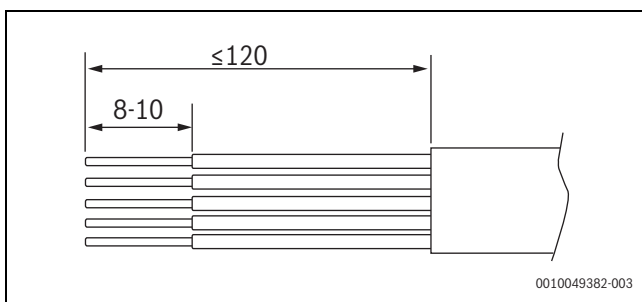

Bild 34 Abisolieren der Kabel für den Netzanschluss (mm)
- ▶ Anschlusskabel für die Stromversorgung durch die Kabeldurchführungen auf der linken Seite (1) führen. Mit einem Anzugsdrehmoment von 4,8 Nm festziehen.
- ▶ CAN-BUS-Anschlusskabel durch die Kabeldurchführungen auf der rechten Seite (2) führen. Von Hand festziehen.
- ▶ Kabel wie in → Bild 34 dargestellt abisolieren.